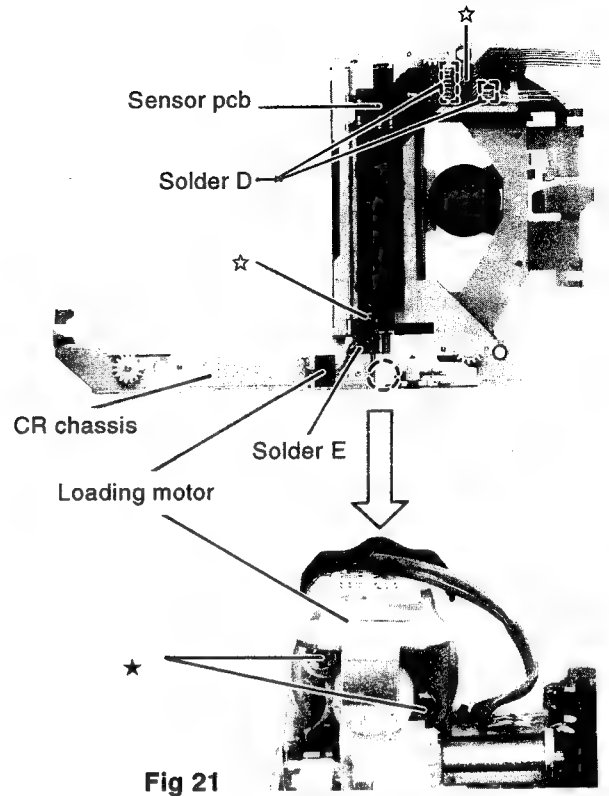

Fig 21
- Sensor pcb (Fig. 21).
- Loading motor, pos. M101 (Fig. 21).